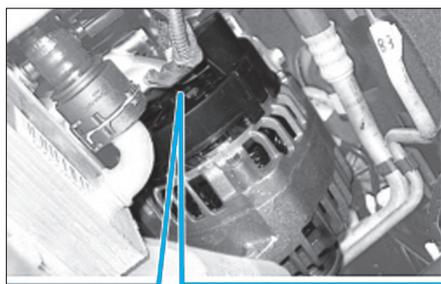

Fig. 8
- Débrancher les câbles électriques (2) de l'alternateur (Fig.8).